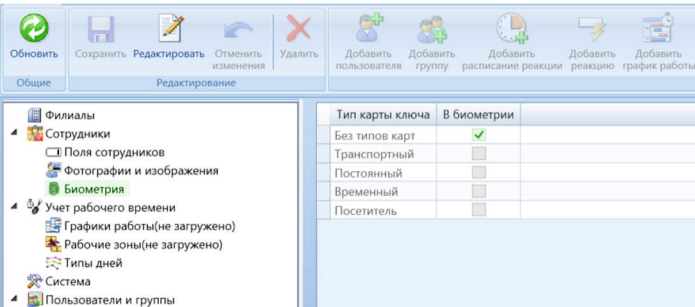

Рис. 13. Настройка распознавания без использования типов карт сотрудников
- 2. В разделе «Биометрия» через кнопку «Редактировать» поставьте флажок напротив «Без типов карт», если на вашем объекте нет разделения типов карт сотрудников, то выберите нужный тип ключа который будет использоваться для биометрии (рис. 13). Если вы используете один ключ для сотрудника (без типа карт), то в настройках биометрии выбирайте «Без типа ключа». Если вы используете несколько ключей для сотрудника, например Карта и Мобильный идентификатор, то желательно основному ключу присваивать Тип, который и следует выбрать при настройках биометрии.
6. Если сотруднику не присвоен ключ, то нажмите кнопку «Сгенерировать». Проверьте, чтоб в поле «Тип карты» был указан ключ, который был выбран для использования биометрии (см. рис.13).